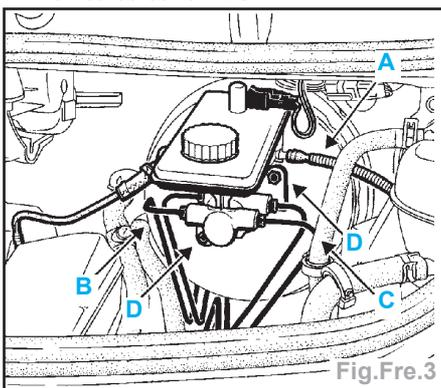

Fig.Fre.3
- Débrancher et récupérer le liquide de frein (Fig.Fre.3) :
- du tuyau d'émetteur d'embrayage (A),
- des canalisations de frein (B),
- des canalisations de frein (C) pour les véhicules sans ABS.